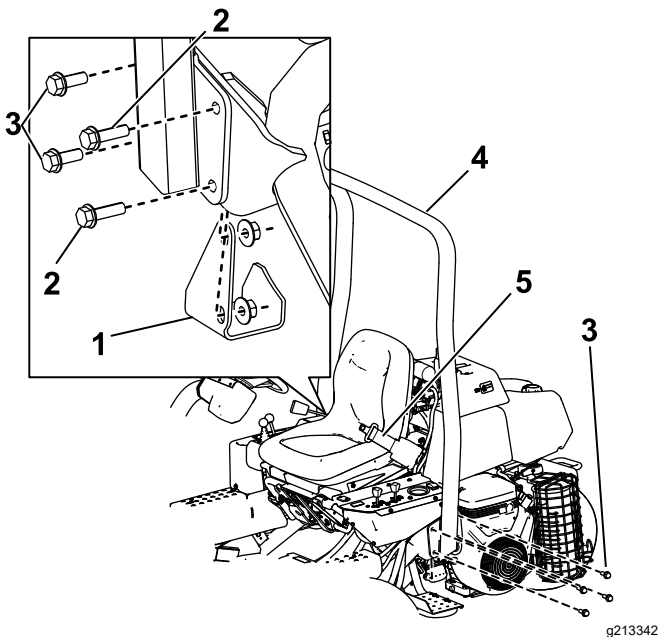

Figure 4
2. Abaissez l'arceau de sécurité (Figure 4) sur les supports de montage en alignant les trous de fixation.
(1/2" x 1 1/2"), 2 boulons (1/2" x 1 3/4"), 1 rondelle et des contre-écrous, comme montré à la Figure 4.
3. Fixez le côté gauche de l'arceau de sécurité au support de montage avec 4 boulons (1/2 x 1 1/2") et contre-écrous (Figure 4).